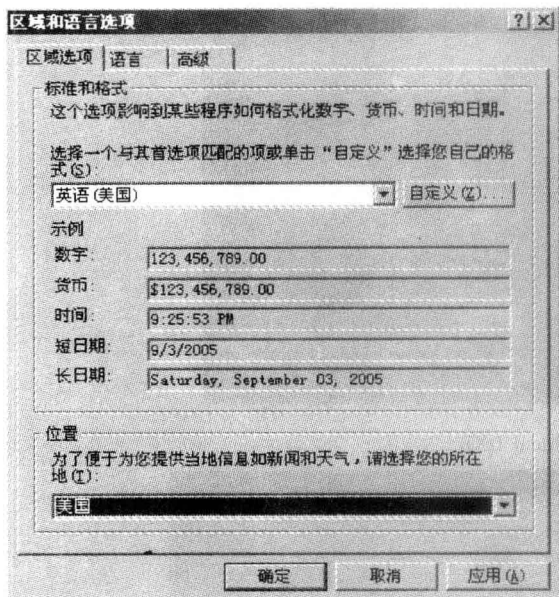
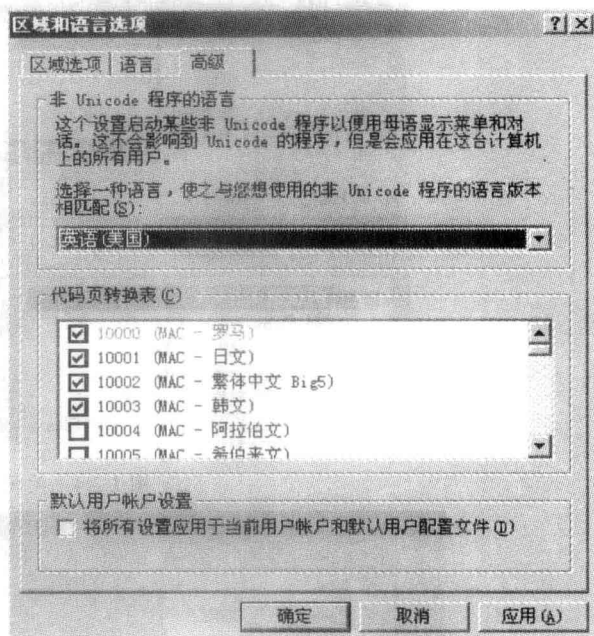

图 1-2 “区域和语言选项”对话框
图 1-3 “高级”选项卡
① 选择 [开始]/[设置]/[控制面板] 命令, 弹出“控制面板”窗口, 双击“区域和语言选项”, 打开“区域和语言选项”对话框, 如图 1-2 所示。
② 在“区域选项”选项卡的“标准和格式”区域中选择“英语(美国)”, 在“位置”区域中选择“美国”。
③ 单击“高级”选项卡, 如图 1-3 所示。在“高级”选项卡的“非 Unicode 程序的语言”区域中选择“英语(美国)”。
④ 单击“确定”按钮, 系统会提示重新启动计算机, 当重新启动系统后, 设置即可生效。
⑤ Protel DXP 的安装方法与安装其他软件基本相同, 只需在安装盘中双击安装程序, 然后按照提示进行操作即可。安装成功后, 必须将语言设置更改为原来的设置, 否则系统中其他软件无法正常使用。